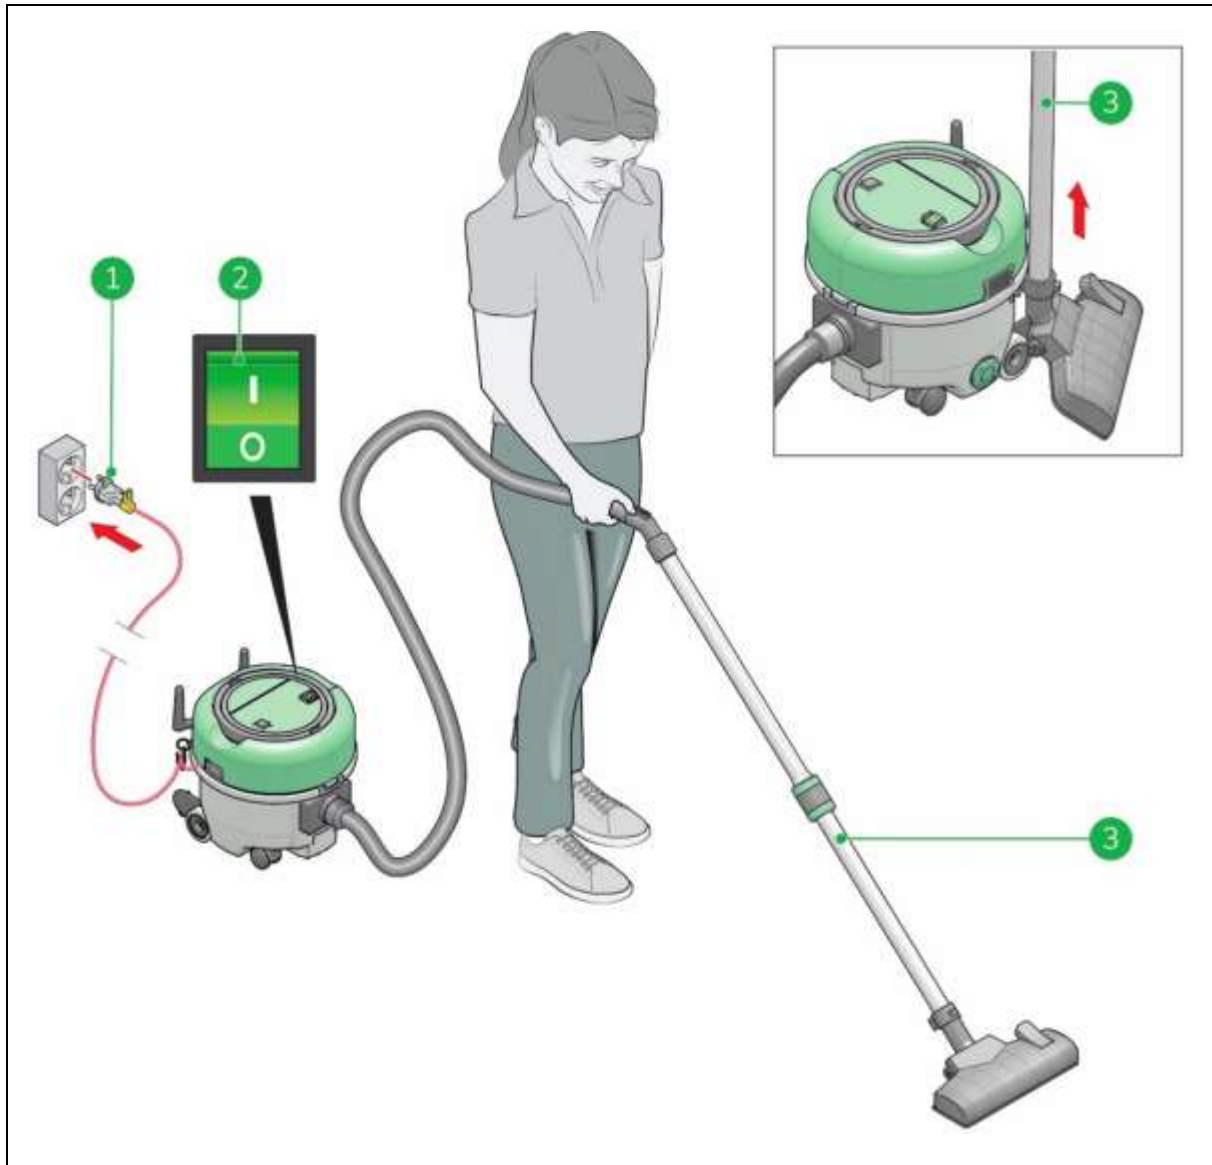

Figure 18
1. Branchez le câble d'alimentation sur la prise murale (fig. 18, pos. 1), le voyant vert de l'interrupteur ON/OFF (fig. 18, pos. 2) sur le capot du bac doit s'allumer.
2. Allumez l' Dry Plus à la main grâce à l'interrupteur ON/OFF (fig. 18, pos. 2).
3. Prenez le manche sur son support (fig. 18, pos. 3).